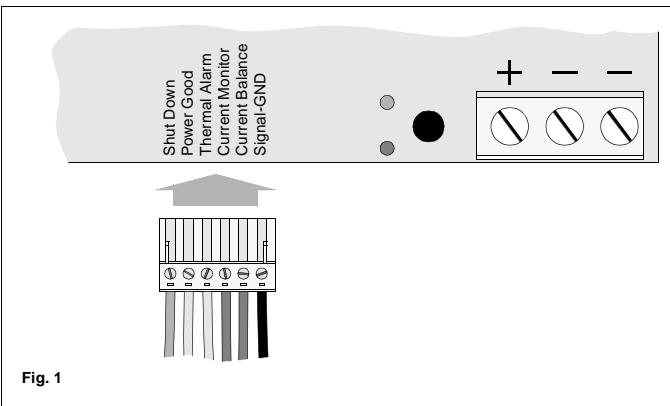

Fig. 1
- Anschluß erfolgt über Steckverbinder (vgl. Fig. 1); Gegenstecker liegt bei.
- Connection is made by plug and socket connection (see fig. 1). A mating plug is supplied.
- Le raccord se fait par une prise enfichable (voir Fig. 1); la contre-fiche est fournie.
- Conexión mediante conector (véase Fig. 1); conector hembra adjunto.
- Il collegamento avviene mediante connettore a spina (confrontare Fig. 1). Esiste anche la controspina